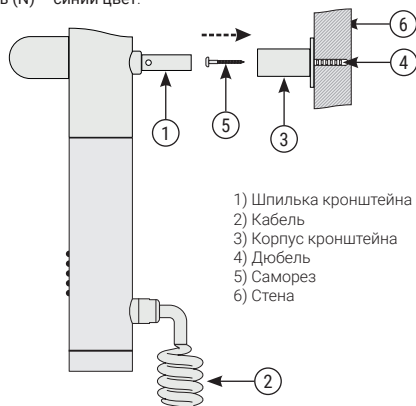

Рис.1
- 4.4. Монтаж полотенцесушителя к стене осуществляется телескопическими кронштейнами, что позволяет регулировать расстояние от стены до изделия (рис. 1).